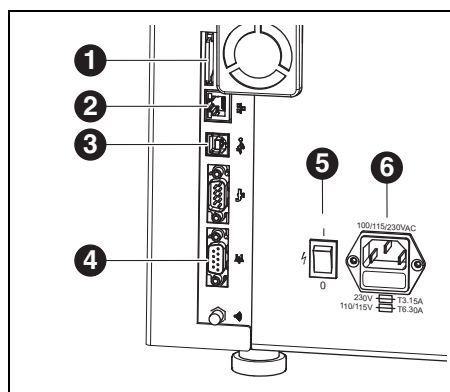

Fig. 4 Interfaces sur la face arrière de la fraiseuse
- ▷ Connecter l'interface USB ([3] dans la figure 4) de la fraiseuse et une douille USB libre du PC au câble USB.
- ▷ Reliez l'interface Ethernet ([2] dans la figure 4) de la fraiseuse au PC ou au réseau via un câble réseau.